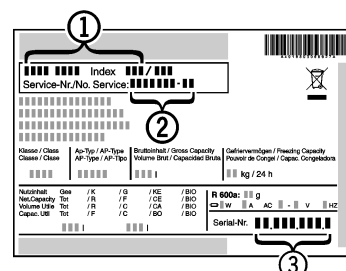

Fig. 5
- Relever la désignation de l'appareil *Fig. 5 (1)*, le n° de service *Fig. 5 (2)* et le n° de série *Fig. 5 (3)* sur la plaquette signalétique. Cette plaquette se trouve sur la paroi intérieure gauche de l'appareil.
- Informer le S.A.V. et lui communiquer la panne, la désignation de l'appareil *Fig. 5 (1)*, le n° de service *Fig. 5 (2)* et le n° de série *Fig. 5 (3)*.